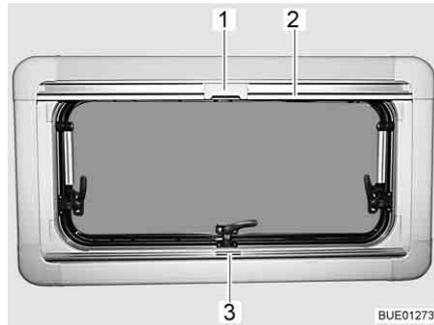

Bild 88 Ausstellfenster
- Faltverdunklung in der Mitte der Griffleiste (Bild 88,3) fassen, von unten nach oben ziehen und auf der gewünschten Höhe loslassen. Die Faltverdunklung bleibt in dieser Höhe stehen.
- Insektenschutzrollo an der Griffleiste (Bild 88,2) nach unten ziehen, bis es an der Griffleiste der Faltverdunklung (Bild 88,3) anstößt.
- Raste (Bild 88,1) am Insektenschutzrollo mit der Griffleiste der Faltverdunklung verriegeln.
- Raste (Bild 88,1) am Insektenschutzrollo oben nach hinten drücken.
- Insektenschutzrollo an der Griffleiste (Bild 88,2) langsam zurückführen.